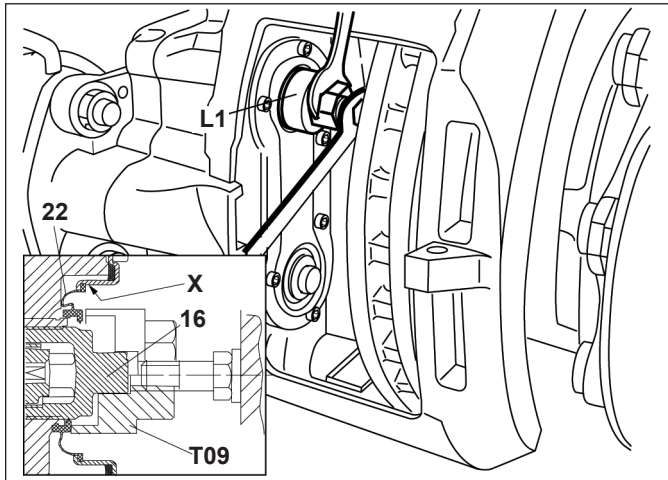

Figura 54 – Instalación del sello interior en el vehículo
5.5.12 Coloque el sello interior de repuesto (22) sobre el tubo roscado (16). Consulte las figuras 53 y 54 para conocer las herramientas y la disposición de instalación utilizada. Coloque el L1 (T03 + T09) con el espaciador corto (T03) en la posición que se muestra en la figura 54. Guíe la herramienta sobre el extremo del tubo roscado (16). Con una llave de extremo abierto, gire la tuerca de ajuste en la parte T03 de la herramienta para instalar el nuevo sello interior (22) en su posición.